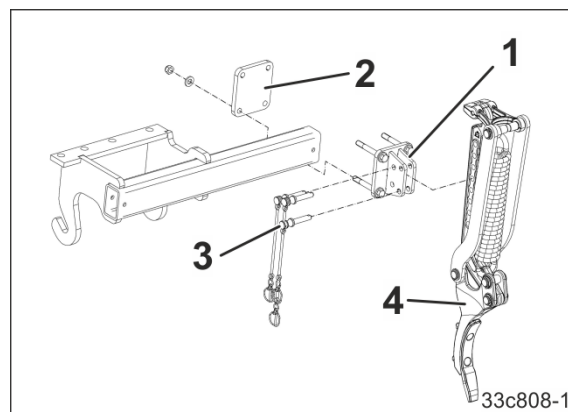

Fig. 78
1. Skru sporløserholderen (Fig. 78/1) med klemplaten (Fig. 78/2) på påbyggssrammen.
2. Fest sporløseren (Fig. 78/4) helt oppe ved hjelp av festebolten (Fig. 78/3) og sikre den med en låsesplint.